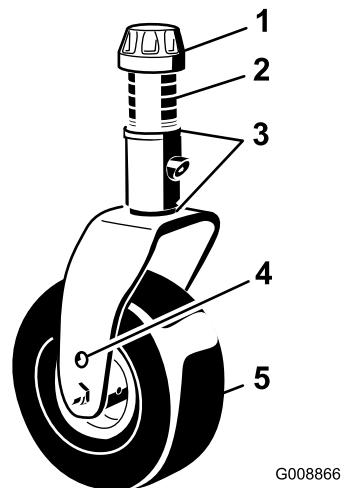
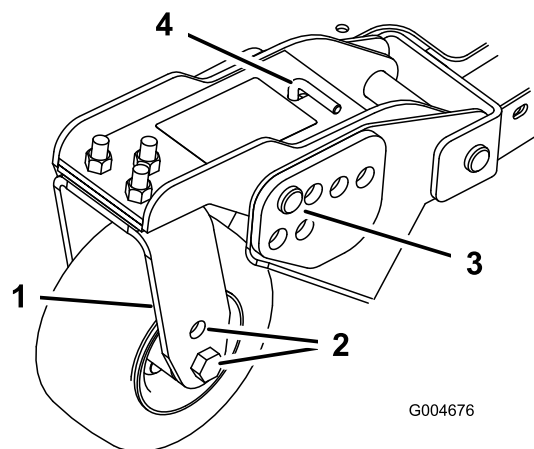
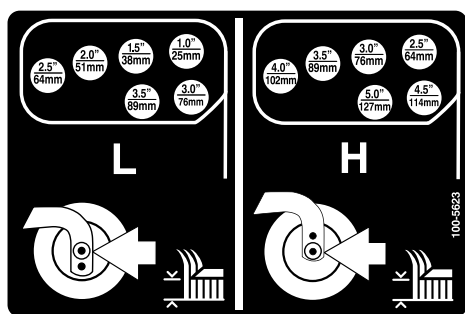

Figura 19
Figura 21
Figura 22
- Coloque os eixos da roda giratória nos mesmos orifícios em todas as forquilhas da roda giratória (Figura 19 e Figura 21).
- Retire a tampa de tensionamento do eixo roscado e desloque o fuso para fora do braço da roda giratória (Figura 19).
- Retire o contrapino tipo grampo e os pinos de segurança dos braços articulados da roda giratória (Figura 21).
- Rode a barra tensora para levantar ou descer o braço articulado, até os orifícios se encontrarem alinhados com os orifícios da altura de corte desejados, na estrutura da plataforma do cortador (Figura 21 e Figura 22).